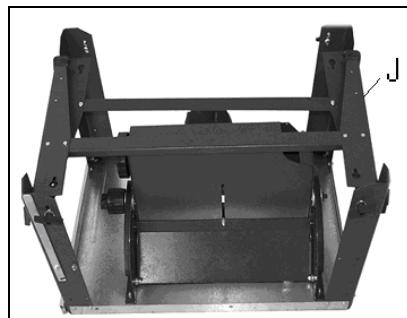

Fig 2
- Begradigen Sie die Füße (J, Fig 2) und ziehen Sie die Muttern fest.